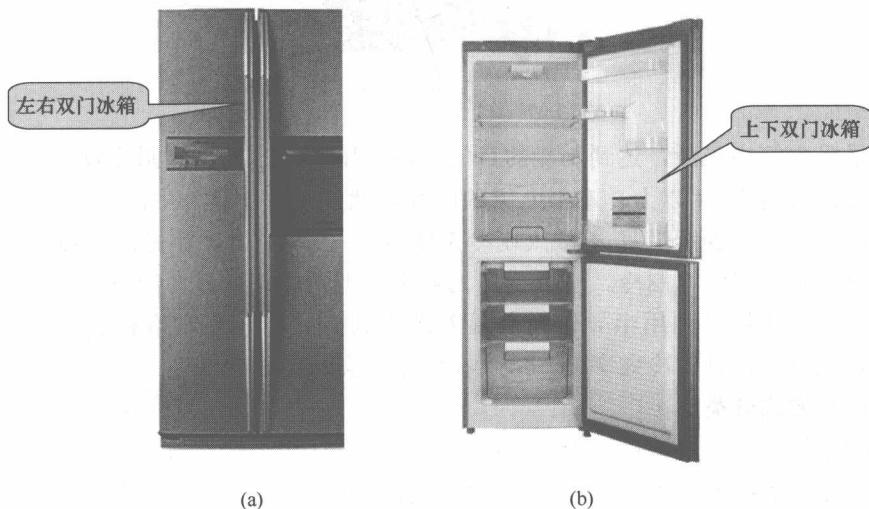

图 1-3 双门冰箱
② 双门电冰箱的冷藏室与冷冻室分别设门，使用很方便。它的冷冻室容积较大，温度也较低，能较好地储存冷冻食品，很受用户欢迎，如图 1-3 所示。